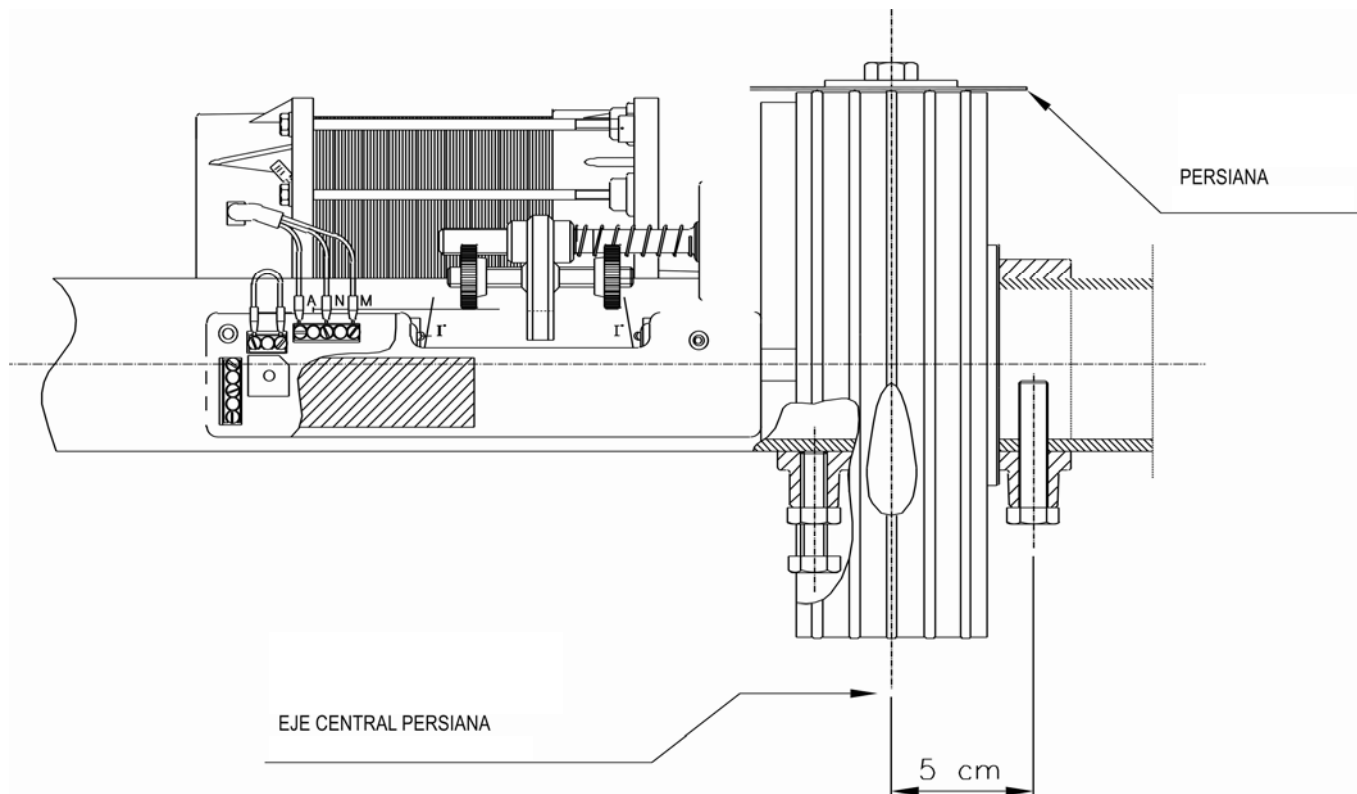

FIG. 1
- 13) Apretar a mano el motorreductor 1-1½ vuelta llevando la abrazadera de final de carrera hacia el microinterruptor 1 (abajo) como en la fig. 1 (debe girar sin obstáculos).
- 19) Si es necesario instalar la persiana en el sentido opuesto al que se ilustra en la **FIG. 1**, los pasos anteriores se deben realizar cambiando las funciones de los dos microinterruptores, ya que el microinterruptor 2 detiene la bajada y el microinterruptor 1 detiene la elevación.